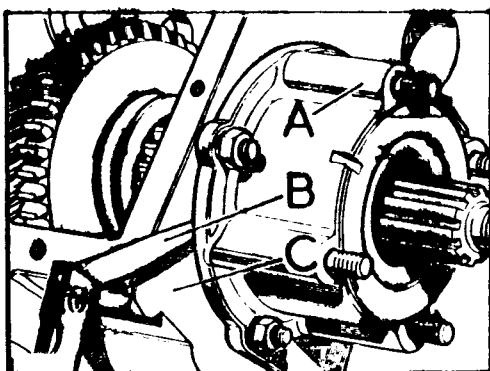
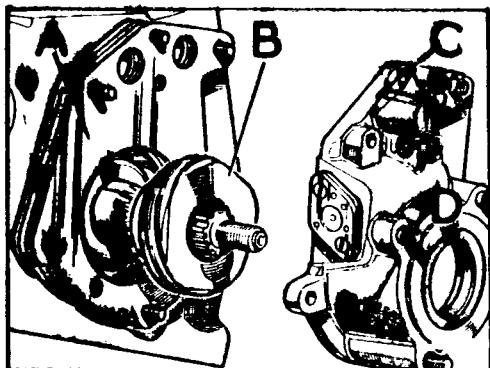

Fig. C-44 Determinación de suplementos
Fig. C-45 Conjunto del mando del velocímetro
- d) Una vez que la carga previa sea correcta, se verificará que la separación entre la caja del velocímetro y la caja reductora es la misma en todos los puntos, lo que se determina por medio de una galga, B (Fig. C-44). Esta separación será igual al grueso de los suplementos, A (Fig. C-45) que será preciso colocar entre ambas cajas al hacer el montaje definitivo y mantener la carga previa especificada.